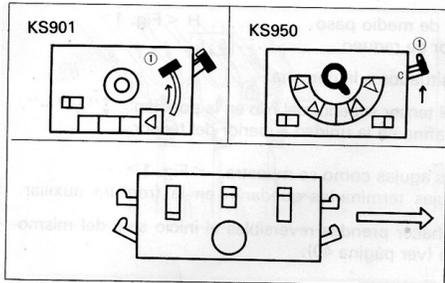

Fig. 5
9 Ajuste el carro principal . . . ①(C) <Fig. 5>